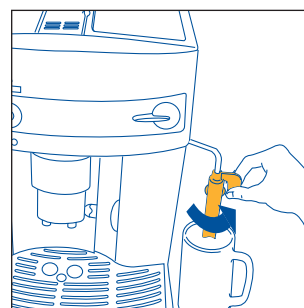
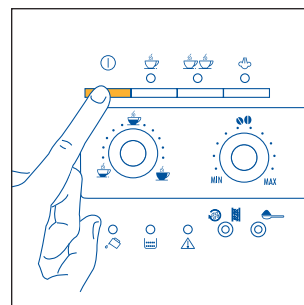

Рис. 3
Рис. 4
2. Передвиньте насадку для взбивания молока наружу и поставьте под него чашку, рис. 3 и включите прибор, нажав кнопку ①, рис. 4.
- Поверните устройство для взбивания молока в направлении от кофеварки, рис. 3.
- Установите емкость под насадку для взбивания молока, рис. 3.
- Направьте насадку для взбивания молока, рис. 3, в сторону вне кофеварки.